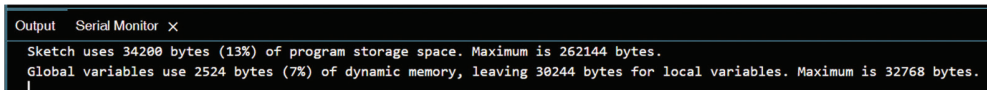

Рис. 2.6. Успешная компиляция
- введите программу, показанную на рис. 2.6 (или загрузите из архива книги на веб-сайте Elektor по указанной выше ссылке), а затем сохраните ее с подходящим именем, например *sumN*;
- нажмите **Sketch** (*Скетч*) → **Verify/Compile** (*Проверить/компилировать*), чтобы скомпилировать программу. Статус компиляции будет отображаться на нижней панели надписью «Compiling sketch....» (*Компиляция эскиза...*). Если проявятся какие-либо ошибки, вам следует вернуться в программу, чтобы их исправить. Если ошибок нет, нижняя панель отобразится, как показано на рис. 2.6 (нажмите **Output** (*Вывод*) на нижней панели, чтобы увидеть это сообщение);